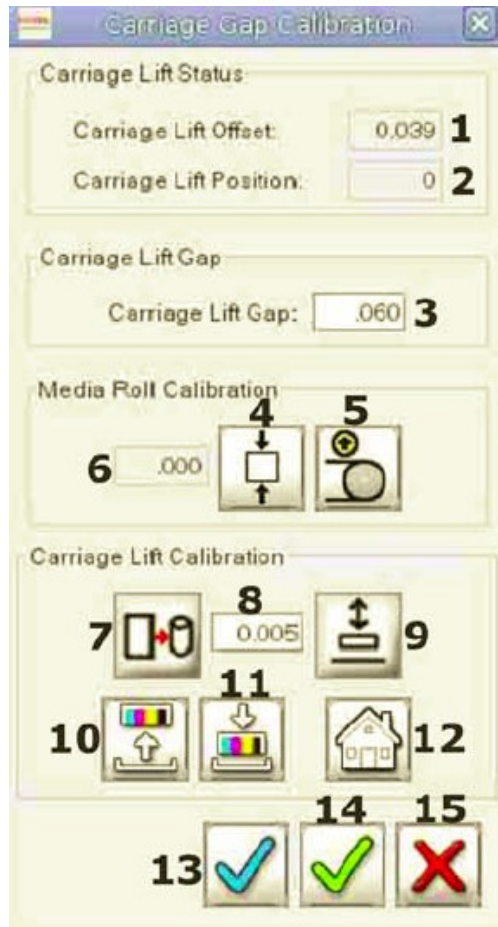

Рисунок 4-13: Меню Service – калибровка зазора каретки (Carriage gap calibration)
Принтер автоматически устанавливает высоту печатной каретки вверх в начале каждой печати на значение, установленное в окне Зазор для Подъемника Каретки (Carriage Lift Gap), Рисунок 4-13, пункт 2. Это достигается путем калибровки вертикального положения, подающего ролика, тогда когда он находится в самом нижнем положении т.е. лежит на конвейере вакуумного стола, плюс толщина материала, и затем добавляется Зазор для Подъемника Каретки.
3. В окне Настройки Печатной Каретки (Carriage Setup), Рисунок 4-13, пункт 4, нажмите Калибровка Энкодера Ролика Материала (Calibrate Media Roll Encoder). Это установка нижнего положения подающего прижимного ролика когда он лежит на поверхности конвейера вакуумного стола.
4. Установите Зазор для Подъемника Каретки (Carriage Lift Gap) на 0,060" (1,52мм), Рисунок 4-13, пункт 3.
5. В окне Калибровка Высоты Каретки (Carriage Gap Calibration), Рисунок 4-13, пункт 12, затем нажмите кнопку Применить (Apply).
7. В окне Калибровка Высоты Каретки (Carriage Gap Calibration), Рисунок 4-13, пункт 8, нажмите Поиск Высоты Каретки (Discover Carriage Height). Печатная каретка переместится в правую сторону принтера и опустится вниз к материалу.
- Переместите печатную каретку на специфическую дистанцию путем нажатия кнопок перемещения вверх или вниз, Рисунок 4-13 пункт 9 или 10.
- Если высота установлена правильно, сохраните настройку путем нажатия Запись Зазора (Record Gap), Рисунок 4-13, пункт 6.